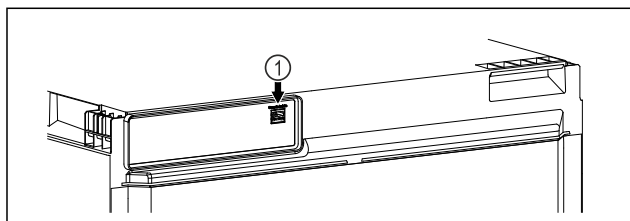

Fig. 19
- SmartModule Fig. 19 (1) установлен.